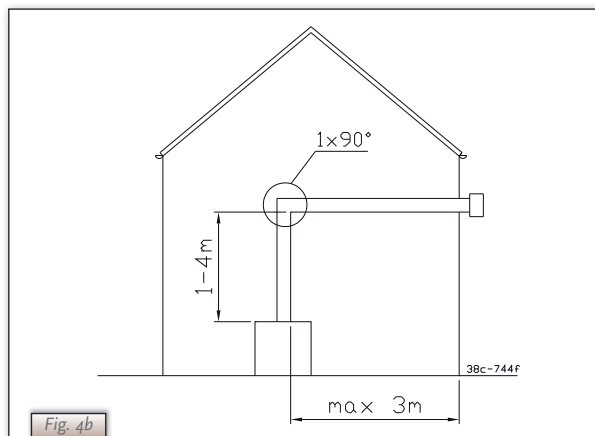

Fig. 4b
Bij toepassing van minimaal 1 meter t/m maximaal 4 meter verticale pijplengte mag de totale horizontale pijplengte maximaal 3 meter bedragen (exclusief geveldoorvoer; zie Fig. 4b).
c) minimaal 1 meter en maximaal 4 meter verticale pijplengte in combinatie met een 90° bocht en maximaal 3 meter horizontale pijplengte en een muurdoorvoer (zie Fig. 4b).